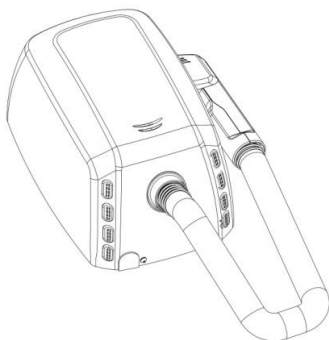

Fig. 1
- Le sèche-cheveux est livré avec le châssis non vissé à la base (Fig. 1).